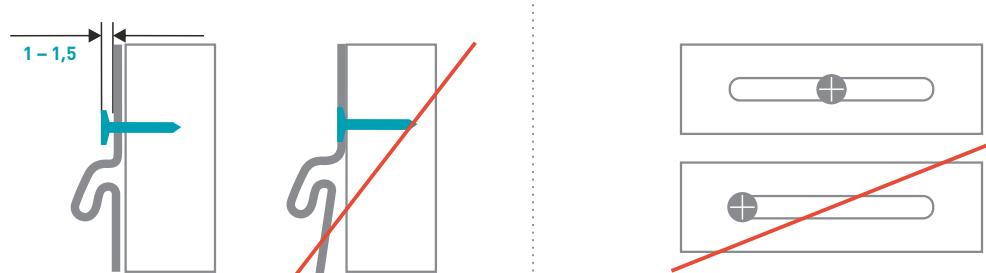

РИСУНОК 5
- Не крепите сайдинг слишком плотно к обрешетке! Не зажимайте саморезы до конца! Оставляйте зазор приблизительно 1 – 1,5 мм (рисунок 5) между шляпкой самореза и виниловой панелью. Это необходимо для свободного расширения-сжатия и предотвращения коробления обшивки.